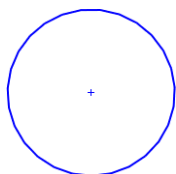
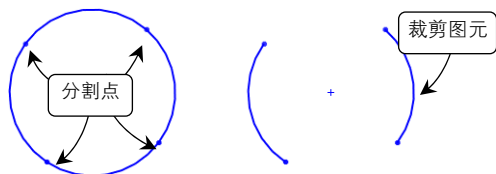

图 2-114 添加分割点前的图形
图 2-115 添加分割点并裁剪图元
- 03 确定添加分割点的位置，单击如图 2-114 所示圆的合适位置，添加 4 个分割点，将圆弧分为四部分，并利用【修剪】工具进行裁剪，结果如图 2-115 所示。